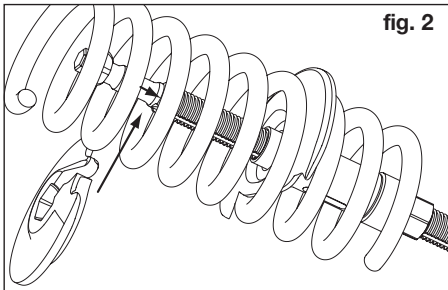

fig. 2
- Bovenste spanplaat ④ op de spindel draaien **Fig. 2**.